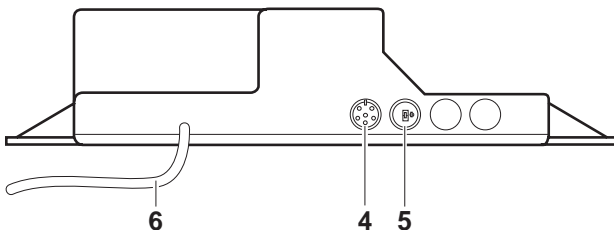

Abb. 14
- 6-poligen Stecker des Infrarot-Empfängers an der Buchse **4** und 2-poligen Stecker des Motors an der Buchse **5** der Steuerung einstecken, siehe **Abb. 14**.